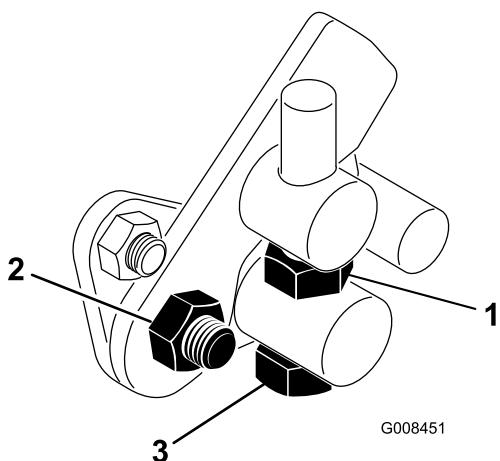

Figura 51
- Liberte a porca de bloqueio do parafuso do eixo (Figura 51).
- Aperte a porca de bloqueio no parafuso do eixo e a porca na articulação do pedal para bloquear o ajuste (Figura 51). Verifique o ajuste e ajuste se for necessário.